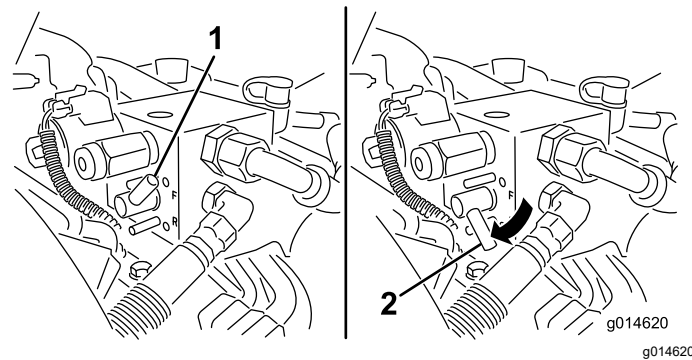

Figura 57
5. Gire la palanca de autoafilado a la posición de MARCHA ATRÁS (R) (Figura 57).